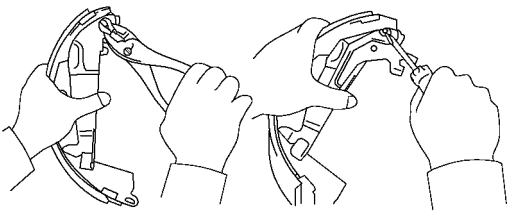

图 15-104 用钳子安装制动蹄拉杆
2) 使用钳子安装带有 1 个新 C 形密封圈的停车制动器制动蹄拉杆，再用 1 个 E 形密封圈装上自动调整杆，如图 15-104 所示。